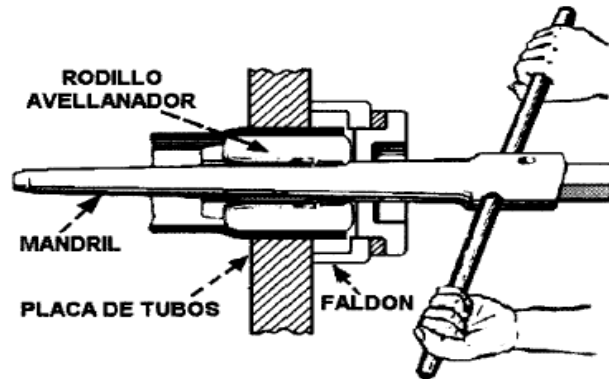

Figura 33. Mandril para avellanar los tubos sobre el espejo.
1) Mandril de Expansión.- Los mandriles de expansión (figura 33) están diseñados para cubrir la dimensión y calibre de los tubos como el ancho del asiento o espesor del espejo. Los rodillos son cónicos para expandir los tubos paralelos al asiento. La herramienta tiene el largo suficiente para expandir los tubos de un cuarto de pulgada (1/4”) a media pulgada (1/2”) pasado el filo interior del asiento o espejo. Esto le da al tubo una barriga en el filo interior del asiento y evita que se salga cuando el lado opuesto del tubo es expandido. El diámetro mayor de los rodillos son redondeados